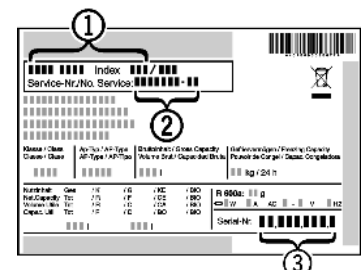

Fig. 14
- ▶ Прочетете от идентификационната табелка описанието на уреда *Fig. 14 (1)*, сервисния № *Fig. 14 (2)* и серийния № *Fig. 14 (3)*. Идентификационната табелка се намира на лявата вътрешна стена на уреда.
- ▶ Обадете се на сервисната служба и посочете неизправността, описанието на уреда *Fig. 14 (1)*, сервисния № *Fig. 14 (2)* и серийния № *Fig. 14 (3)*.